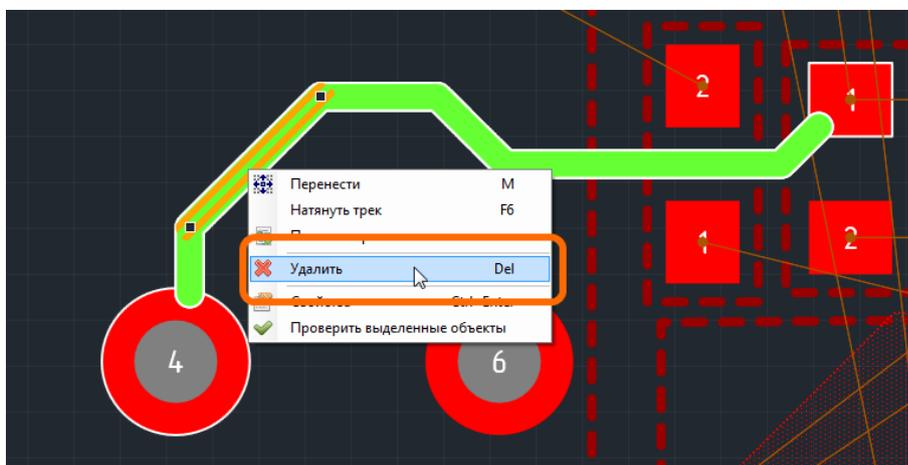

Рис. 63. Удаление трека
2. Вызвать контекстное меню и выбрать пункт «Удалить», см. Рис. 63. Кроме того, можно воспользоваться клавишей, которая назначена для этого действия. Для этого действия по умолчанию назначена клавиша «Delete».